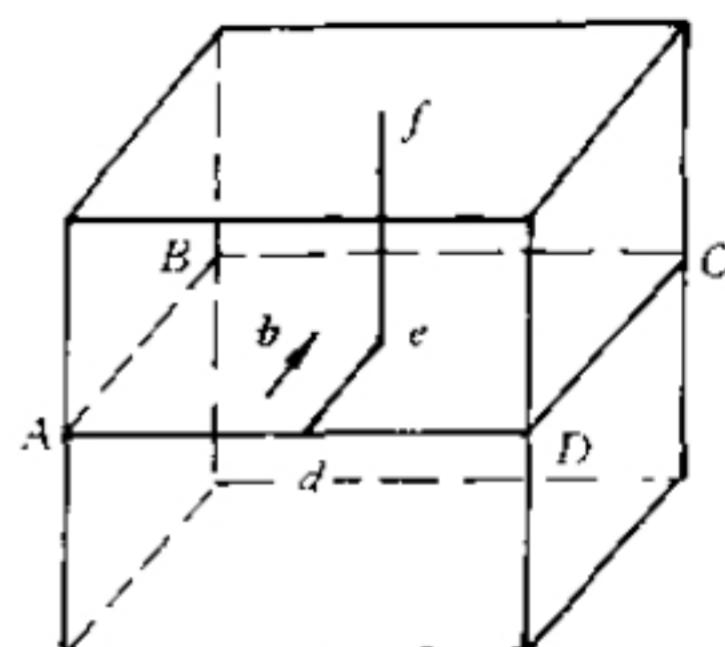

图 1-20 ABCD 滑移面上的位错线
1.2.17 设图 1-20 所示立方晶体中的滑移面 $ABCD$ 平行于晶体的上、下底面。晶体中有一条位错线 sed , \overline{de} 段在滑移面上并平行 AB , \overline{ef} 段与滑移面垂直。位错的柏氏矢量 b 与 \overline{de} 平行而与 \overline{ef} 垂直。